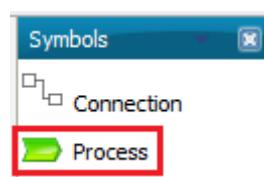
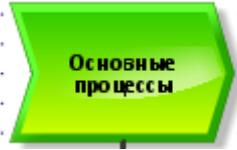

Рисунок 2.2
Рисунок 2.3
2. Поместить в область моделирования объект «Process» (рисунок 2.2), назвать данный объект «Основные процессы» (рисунок 2.3).